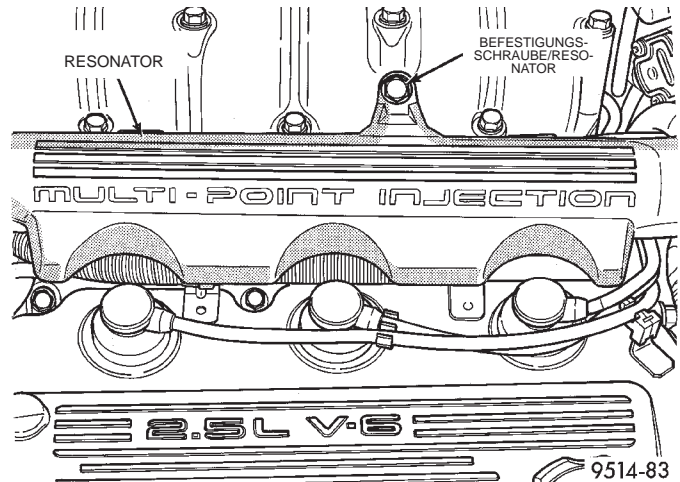

Abb. 34 Resonator des Ansaugsystems
(4) Die Schraube lösen, mit welcher der Resonator des Ansaugsystems am Ansaugluftsammler befestigt ist (Abb. 34).